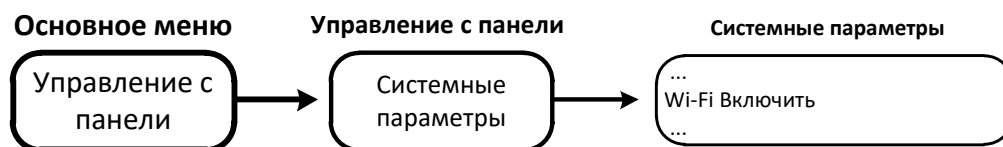

Рис.4.5. Включить/отключить Wi-Fi в модуле управления
2. Включите Wi-Fi в модуле управления (см. **Рис.4.5**).